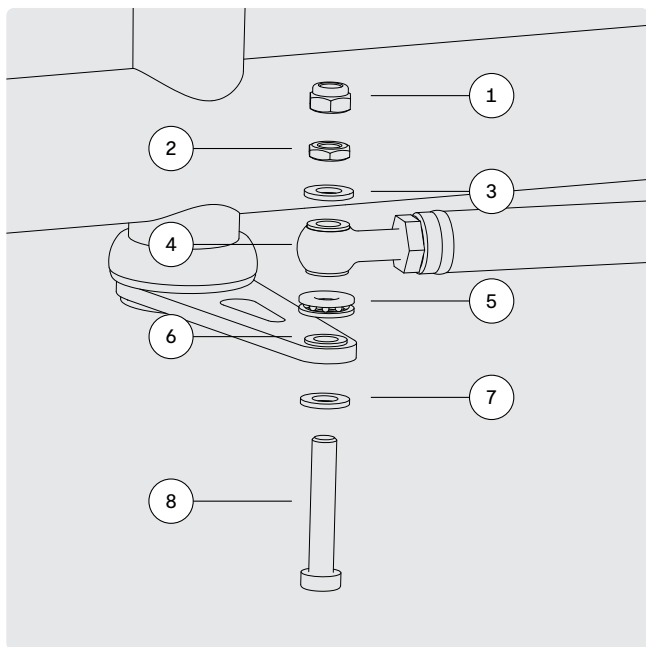

FIG. 10
- 1 Anbring udliggeren til styrrøret og styrestangens øjeskrue over hinanden og monter de enkelte elementer i den rigtige rækkefølge som vist på fig. 10 på følgende side